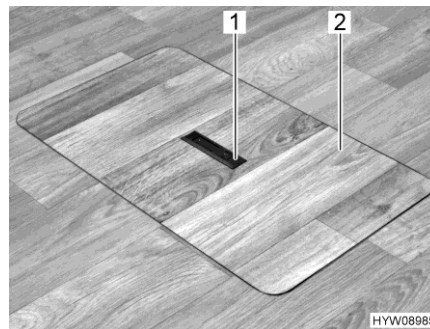
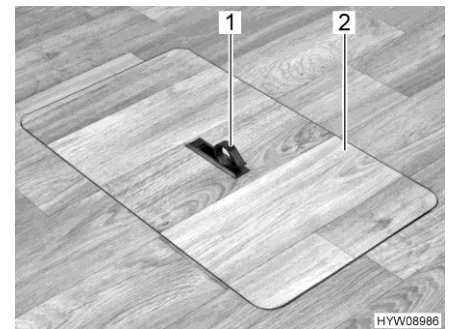

Bild 76 Abdeckung Bodenstaufach (Griff versenkt)
Bild 77 Abdeckung Bodenstaufach (Griff herausgeschwenkt)
- Auf einer Seite Griffplatte (Bild 76,1) nach unten drücken. Der Griff (Bild 77,1) schwenkt nach oben.
- Abdeckung (Bild 77,2) nach oben abnehmen.
- Abdeckung (Bild 77,2) in den Rahmen im Boden einsetzen.